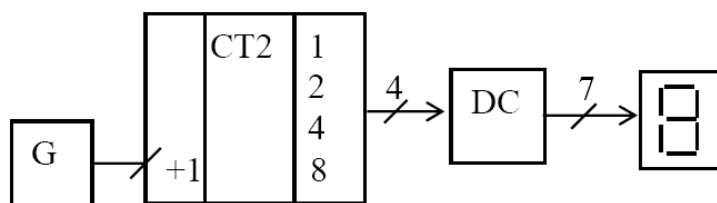

Рис.1
27. Счетчик находился в состоянии 7 (рис. 1), после чего на его вход поступило 12 импульсов. Какое число загорится на цифровом индикаторе?
28. Счетчик находился в состоянии 5 (рис. 1), после чего на его вход поступило 14 импульсов. Какое число загорится на цифровом индикаторе?
29. Счетчик находился в состоянии 9 (рис. 1), после чего на его вход поступило 11 импульсов. Какое число загорится на цифровом индикаторе?
30. Счетчик находился в состоянии 3 (рис. 1), после чего на его вход поступило 15 импульсов. Какое число загорится на цифровом индикаторе?